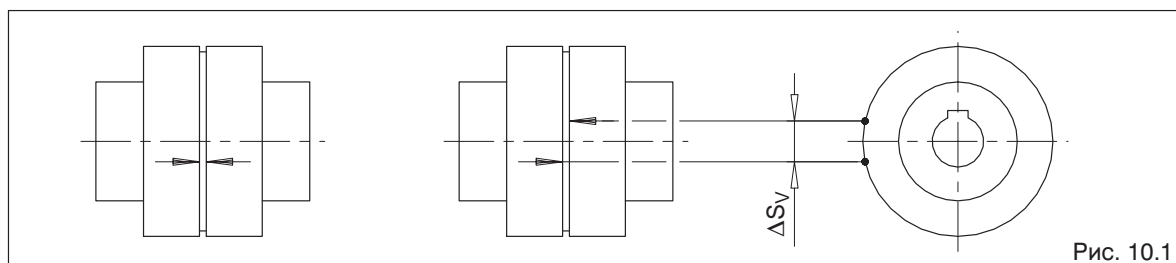

Рис. 10.1
Если для эксплуатации муфты повышенный зазор муфты не будет являться недостатком, то гибкие пакеты (12) могут оставаться в эксплуатации до тех пор, пока не будет достигнут определенный предел износа для их замены. Для оценки износа, в таблице 10.1a или соотв. в таблице 10.1b приводится разрешенный люфт кручения, перерасчитанный на размер хорды  $\Delta S_V$  у внешнего диаметра муфты. Для определения размера  $\Delta S_V$  нужно повернуть муфтовую часть без момента вращения вплоть до упора и нанести на муфтовую часть метку (смотри рис. 10.1). Путем поворачивания муфтовой части в противоположную сторону вплоть до упора метки расходятся. Расстояние между метками является хордовым размером  $\Delta S_V$ . Если размер  $\Delta S_V$  превышает приведенное в таблице 10.1a или соотв. в таблице 10.1b значение, то нужно заменить пакет (12).